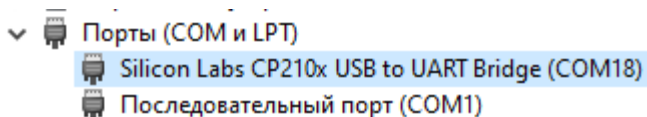

Рисунок 2. Отображение устройства после установки драйвера
6. После установки драйвера в разделе устройств «Порты (COM и LPT)» должно появиться устройство «Silicon Labs CP210X USB to UART Bridge» (Рисунок 2).